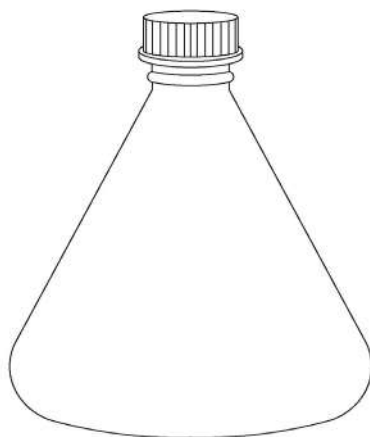

Рис. 38. Колба Фернбаха
23. Колба Фернбаха (рис. 38) — низкая и широкая коническая колба для клеточных культур, требующих большой площади поверхности по отношению к объёму жидкости (обычно в результате большой потребности в кислороде).